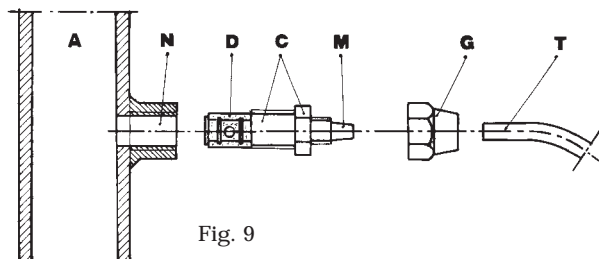

Fig. 9
- g. - Instalar na tubulação do sistema a ser tratado, no ponto mais adequado para injeção do produto a ser dosado, uma luva 3/8" gás fêmea. Tal luva não é inclusa no nosso fornecimento. Instalar a válvula de injeção na luva, utilizando como vedação fita de Teflon (Fig. 9). Conectar a mangueira no espigão cônico da válvula de injeção e travá-la com a respectiva porca-trava G. A válvula de injeção é também válvula anti-retorno.
3.1 - ESQUEMA DE MONTAGEM DA VÁLVULA DE INJEÇÃO Fig. 9